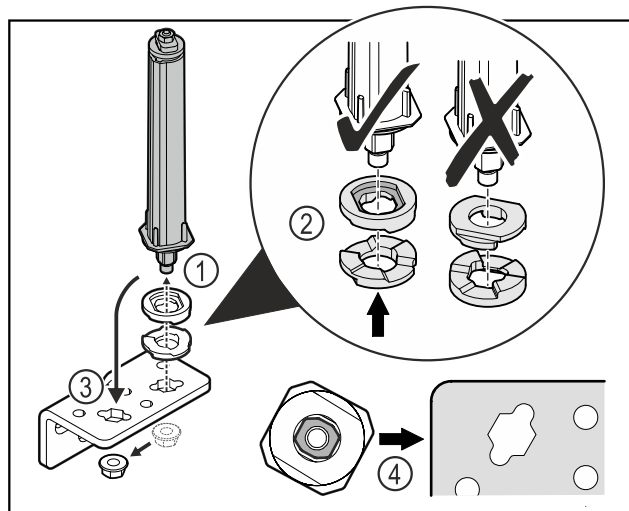

Fig. 34
- Lossa muttern och ta bort dörrlåssystemet Fig. 34 (1).
- Se till att rikta brickorna för höjdjustering korrekt Fig. 34 (2).
- Montera om dörrlåssystemet i gångjärnsfästet och fixera med muttern Fig. 34 (3).
- Kontrollera att dörrlåssystemet är korrekt riktat vid monteringen Fig. 34 (4).